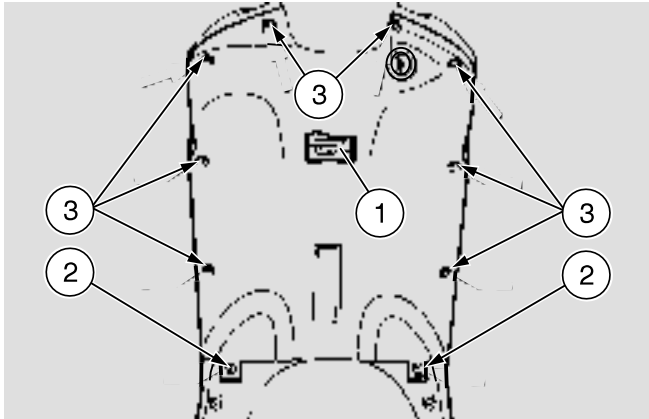

Fig. 49
- ◆ Dévisser et enlever les deux vis de fixation du crochet pour sacs (1-Fig. 49).
- ◆ Oter le crochet pour sacs (1-Fig. 49).
- ◆ Dévisser et enlever les deux vis (2-Fig. 49).
- ◆ Dévisser et enlever les huit vis (3-Fig. 49).